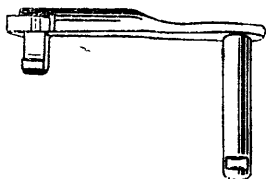

Рис. 59. Затворная задержка
**99. Затворная задержка (рис. 59)** служит для удержания затвора в отведенном положении при вставленном магазине без патронов и после израсходования при стрельбе последнего патрона